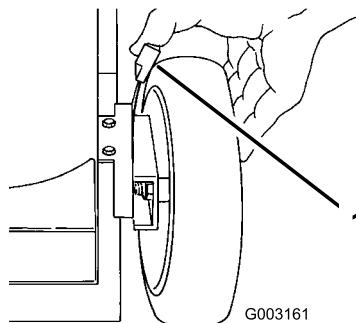

Figura 19
3. Regolate tutte e quattro le ruote all'altezza di taglio di 64 mm (Figura 19).
4. Portate il selettori della velocità in posizione di folle (N).
1. Tirate la leva di regolazione dell'altezza della ruota verso la ruota (Figura 19), e spostatela nella posizione opportuna.